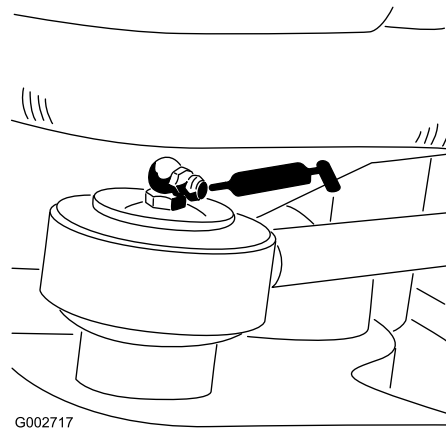

Figure 22
- Extrémité de tige du vérin de direction (1) (modèle 08705 seulement) (Figure 22)